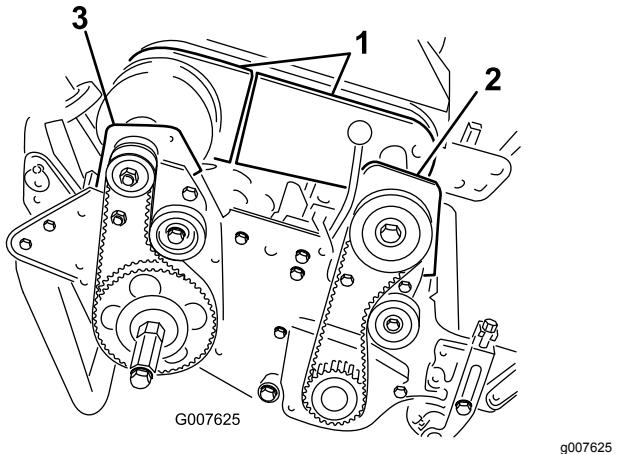

Bild 48
- Nehmen Sie die Schrauben ab, mit denen die vorderen und hinteren Teile der Differenzialabdeckung am Differenzialgehäuse befestigt sind. Schieben Sie dann die Abdeckungsteile weg, um den Riemen zugänglich zu machen (Bild 48).
- Nehmen Sie die zwei Schrauben und die Sicherungsmuttern ab, mit denen das vordere Kupplungsgehäuse an der Seitenplatte befestigt ist (Bild 48).
- Nehmen Sie die zwei Schrauben und die Sicherungsmuttern ab, mit denen das rechte hintere Lagergehäuse an der Seitenplatte befestigt ist (Bild 48).